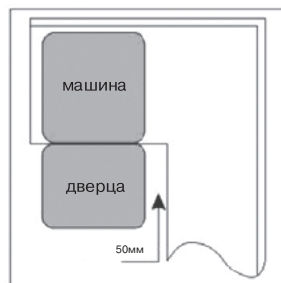

Рис. 2. Вид сверху. Минимальное пространство, когда дверца открыта.
2. При размещении посудомоечной машины в угловой части мебели для встройки минимальное расстояние между боковой стенкой открытой дверцы посудомоечной машины и кухонной мебелью должно быть не менее 50 мм (рис. 2).